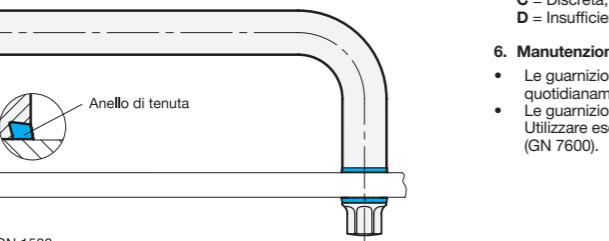

fig. 2
- essere fissata sul retro con un collegamento a vite igienico (fig. 2).